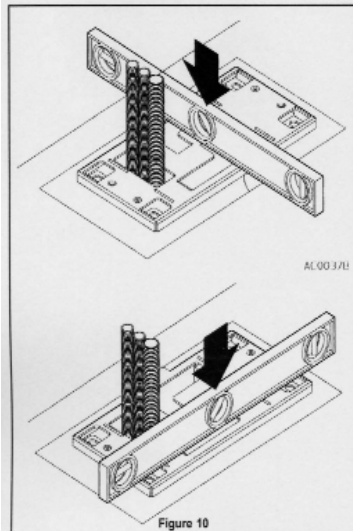

Figure 10
- Poser horizontalement la plaque d'ancrage en contrôlant à l'aide d'un niveau dans les deux directions (fig. 10).
- Vérifier à l'aide d'un niveau dans les deux directions (fig. 10) la mise en place de la plaque d'ancrage, en insérant éventuellement des calas sous les angles.